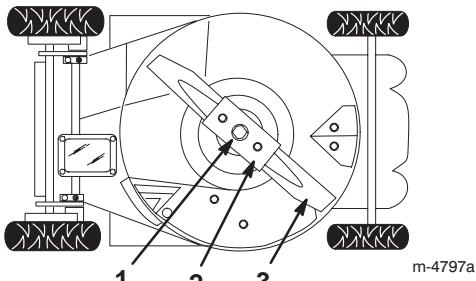

Figure 27
- Basculez la tondeuse sur le côté *gauche* (filtre à air vers le haut) (Fig. 27).
- Enlevez le boulon et la rondelle de blocage de la lame, la lame et le renfort (Fig. 27).